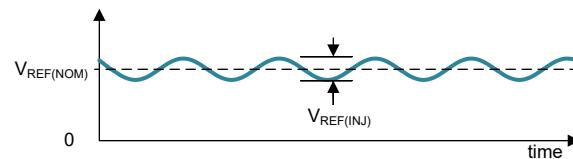

図 2-4. 除去テスト用に V_{REF} に適用された波形
- AWG は、 $V_{REF}(NOM) = 3V$ 、 $V_{REF}(INJ) = 300mVpp$ (正弦波) の変調されたリファレンス電圧を注入します (図 2-4)。